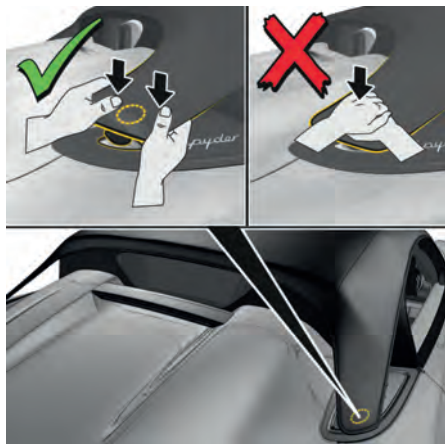

Fig. 35 : Enclenchement de l'ailette de capote
8. Saisissez l'ailette de capote des deux mains par le bord extérieur (fig. 35) et pressez-la rapidement dans le support du véhicule au niveau du capot de coffre à bagages arrière.